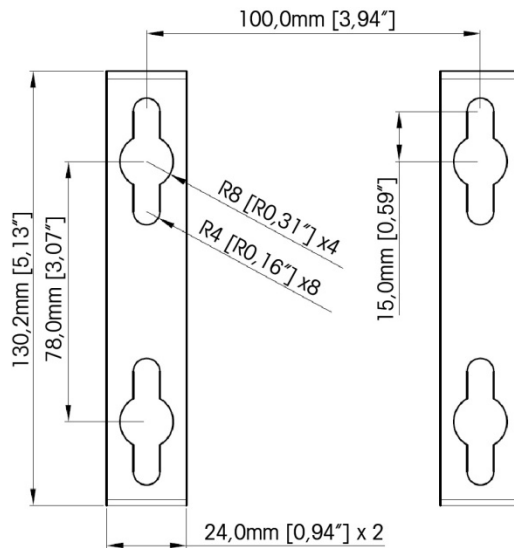
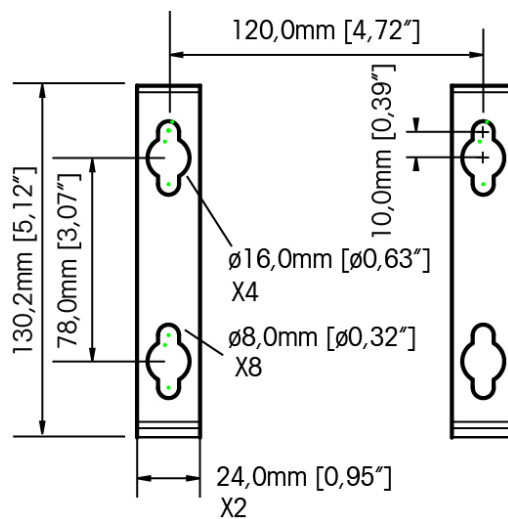

Abbildung 2-16: VESA-Montagemuster (00 x 100mm) (In IND570 Terminals nach April hergestellt, 2016)
Abbildung 2-17: Original-Montagemuster (In IND570 Terminals bis April hergestellt bis 2016)
4. Markieren Sie die Position der Montagebohrungen auf der vertikalen Wand mit den Maßen in Abbildung 2-16 und Abbildung 2-17 oder halten Sie das Terminal an die Wand und markieren Sie dann die Bohrungen für die Halterung.